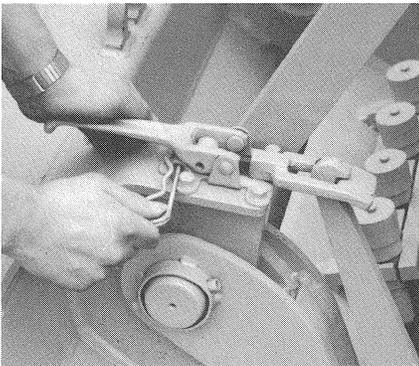

Bild 23
(3) Spannschloßöse in den Spannhebel einhängen und spannen. Federvorstecker in das Spannschloß einstecken (Bild 23).